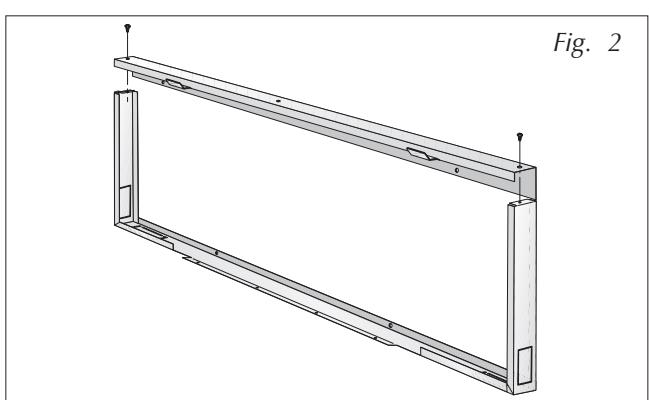

Fig. 2
- Assemblare i due elementi che compongono la dima (fig.2).
- Assemble the two elements comprising the template (fig. 2).
- Assemblez les deux éléments qui composent le gabarit (fig. 2).
- Die zwei Elemente, aus denen die Lehre besteht, zusammensetzen (Abb. 2).